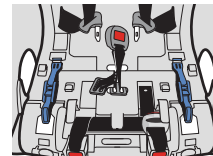

Figure 15
- Faites glisser la sangle d'entrejambe hors de la fente de la sangle d'entrejambe, tel qu'illustré dans la **Figure 15**.